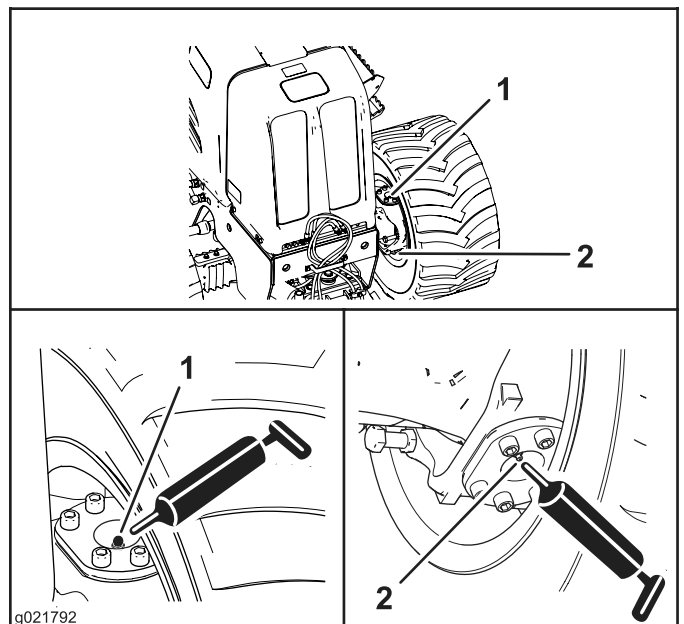
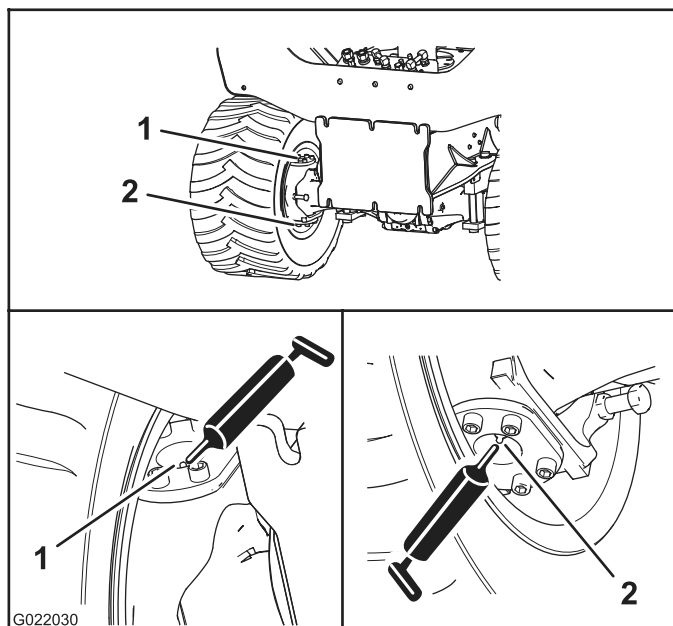

Figure 31
Figure 32
2. Connectez le pistolet à graisse sur le graisseur des pivots supérieur et inférieur ; pompez la poignée du pistolet 2 ou 3 fois sur chaque graisseur (Figure 31 et Figure 32).